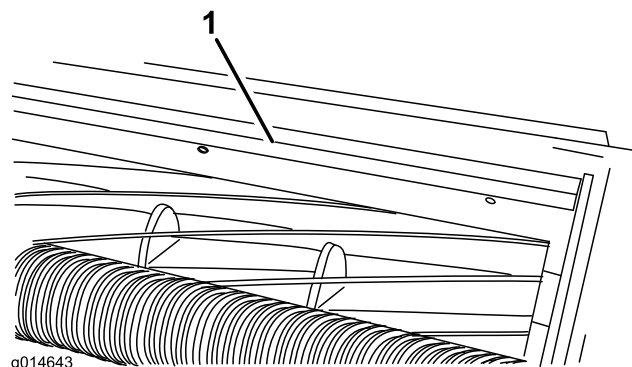

Рисунок 11
1. Ослабьте болты крепления верхней планки (Рисунок 11) к режущему блоку.